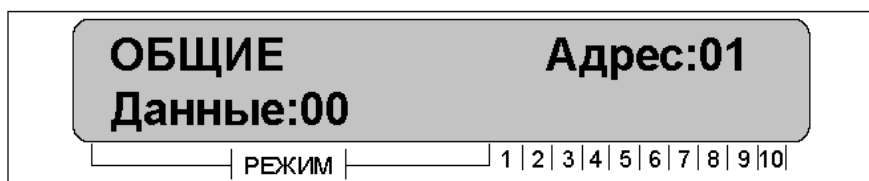

Рисунок 23
- с помощью клавиш «ВПЕРЕД» или «НАЗАД» выберете редактируемый раздел (к примеру «Общие») и нажмите клавишу «ВВОД», рисунок 23.